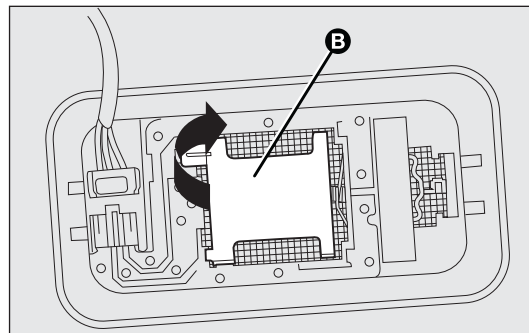

рис. 164
- открыть крышку В- рис. 164 как показано;